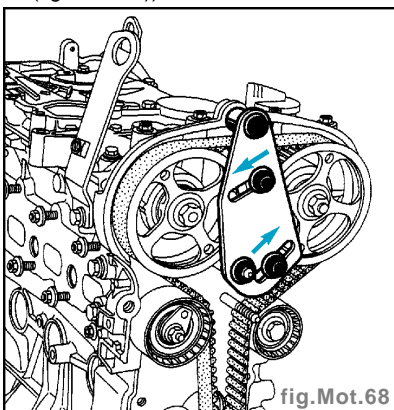

fig.Mot.68
- les poulies des arbres à cames à l'aide du **Mot.1490** (utiliser les fixations du carter de distribution pour fixer le **Mot. 1490**) (fig. Mot. 68), (Utiliser les **Mot. 1509** et **Mot. 1509-01** sur le F4P (fig. Mot. 33)),